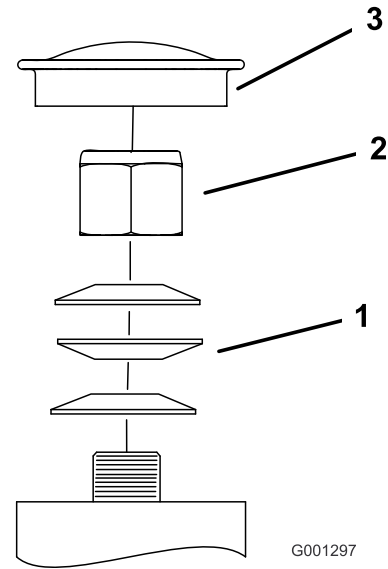

Bild 68
3. Entfernen Sie den Staubdeckel vom Laufrad und ziehen Sie die Sicherungsmutter an (Bild 68).
4. Ziehen Sie die Sicherungsmutter so weit fest, dass die Federscheiben flach liegen und schrauben dann um Viertelumdrehung zurück, um die Lager richtig vorzuspannen (Bild 68).
Wichtig: Achten Sie darauf, dass die Federscheiben richtig eingesetzt sind, siehe Bild 68.
5. Setzen Sie den Staubdeckel auf (Bild 68).